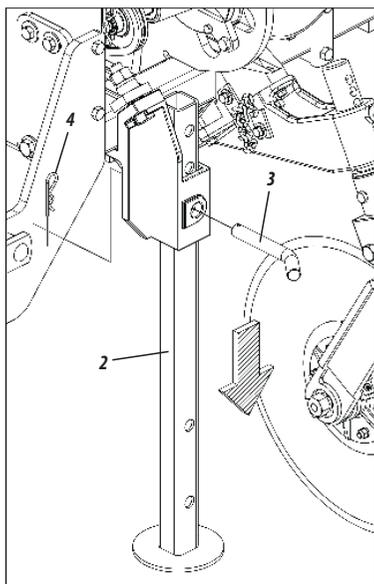

Figura 12
- 1- Levante a semeadora através do acionamento do cilindro hidráulico (1).
- 2- Em seguida, abaixe os suportes de apoio (2) e fixe-os com o pino (2) e fixe-o com o pino (3) e trava (4), **conforme mostra a figura 12.**